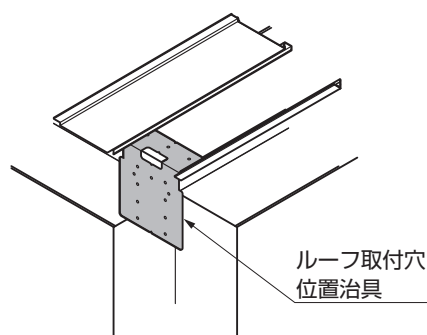
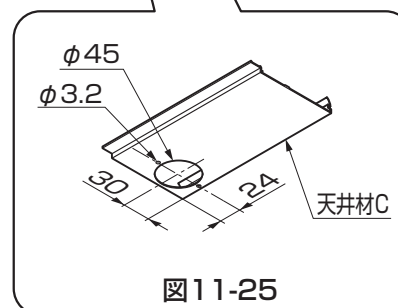

図11-24
図11-25
- ルーフト取付穴位置治具の折り曲げ部を樋の入隅部に突き当てると正確に位置出しができます。（図11-24参照）
- ②アタッチメントパッキンを雨樋アタッチメントに貼付けて樋に【6-1】で取付けてください。
③天井材Cにφ45の穴を現場加工してください。（図11-25参照）
④天井材を取付けてください。